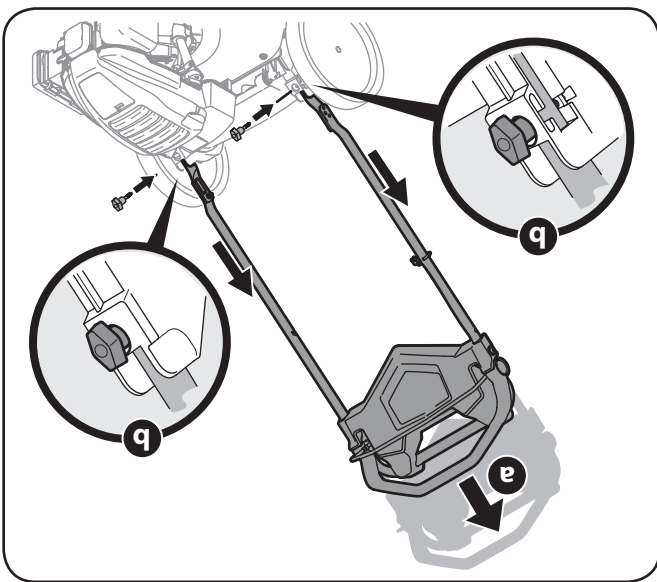
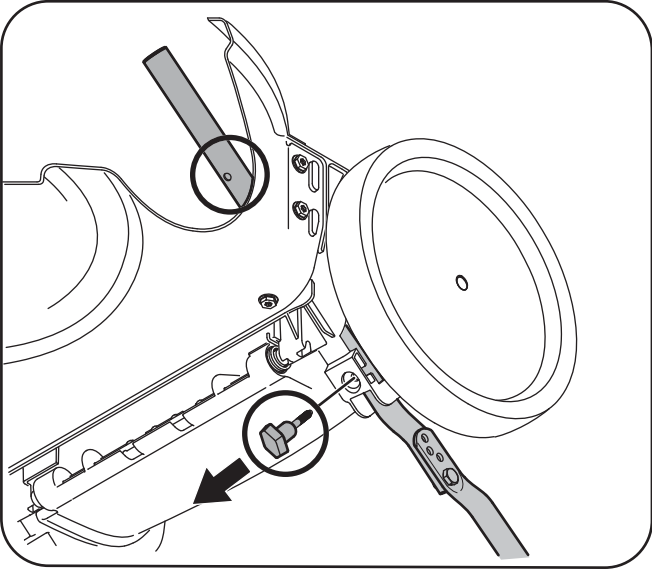

Figure 3-4
Figure 3-3
- Insérez les boulons à tête en T, enlevés au paragraphe 1b, dans les supports du guidon et dans le guidon inférieur et serrez à fond pour maintenir le guidon en place. Voir la Figure 3-4.
- Relevez le guidon 8 po jusqu'à ce que les trous du guidon inférieur (voir l'éclaté de la Figure 3-3) s'alignent avec les trous des supports du guidon. Voir la Figure 3-4.
2. Retirez les boulons à tête en T des supports du guidon, comme la Figure 3-3.